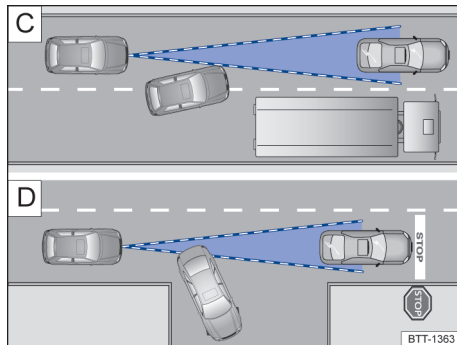

图 97 [C] 正在变换车道的车辆；[D] 正在转弯和静止的车辆
如一辆 ACC 探测到的车辆拐弯或驶出原车道时且在该车辆前方有一辆静止车辆，则 ACC 不会对这辆静止车辆作出反应 → 图 97 D。
- 从本车前方邻近车道切换到本车道的车辆 → 图 97 C。